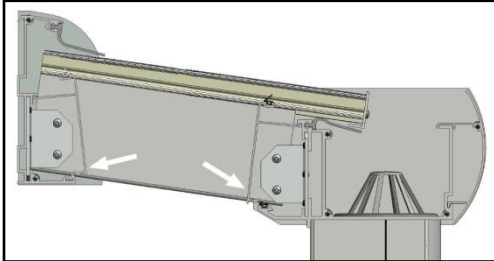

Abbildung 16, Einrasten der Abdeckprofile
29. Haken Sie die ersten beiden Abdeckprofile in der Abflussrinne und dem Fassadenprofil ein. Haken Sie das Profil oben ein und drücken Sie es an der Unterseite fest, bis es einrastet (Abb. 16). **ACHTUNG:** Beim Anbringen der Träger und Dachplatten immer von derselben Seite aus arbeiten.